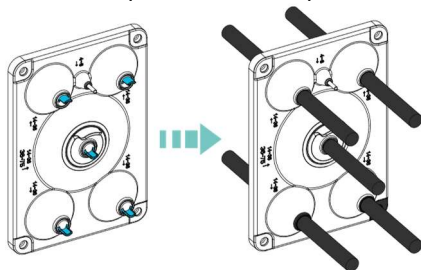

Figura 4-7a Passagem do fio externo de núcleo único
5. Para cabo de um núcleo externo, consulte a Figura 4-7a. Nota: Quando usar o anel de vedação do meio, passe o fio terra por ele em vez do fio L1, L2 ou L3.